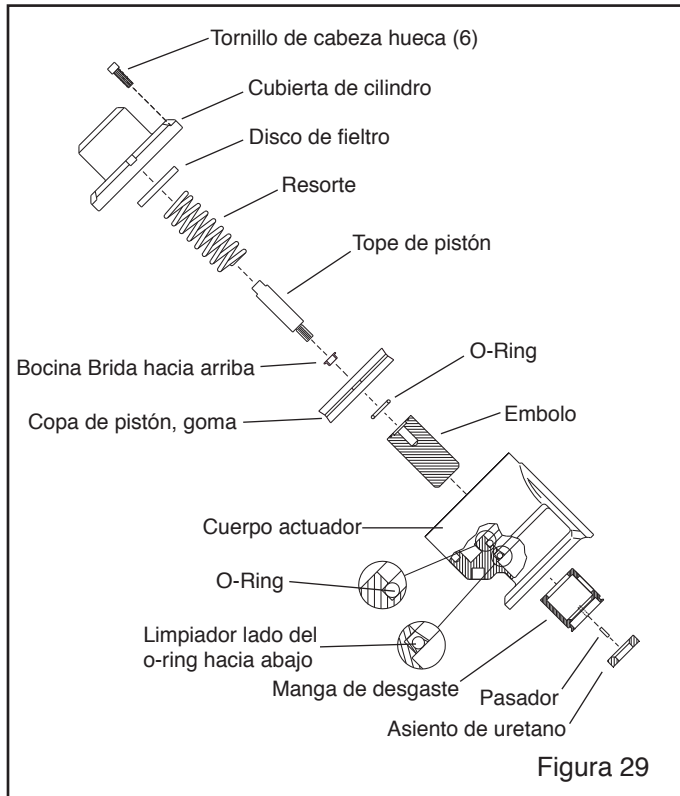

Figura 29
7.7.4 Refiérase a la Figura 29 y retire los 6 tornillos Allen para remover la cubierta del cilindro, el resorte y el disco de fieltro. La compresión del resorte se retira cuando la tapa está a aproximadamente 9/16" del cuerpo del actuador.
7.7.11 Reemplace el limpiador y el o-ring en el cuerpo del actuador. El lado del o-ring del limpiador debe mirar hacia el fondo del cuerpo, como se muestra en la Figura 29.